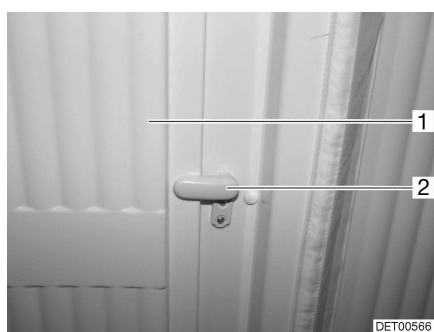

Fig. 108 Bloqueo, revestimiento del cuarto de aseo
- Llevar el pestillo (Fig. 108,2) a la posición vertical y plegar la parte interior (Fig. 108,1) del revestimiento del cuarto de aseo hacia fuera.
- Plegar la parte interior (Fig. 108,1) del revestimiento del cuarto de aseo hacia dentro y llevar el pestillo (Fig. 108,2) a la posición horizontal.